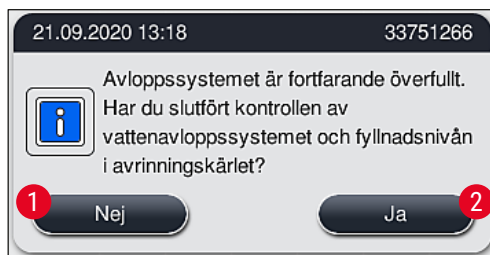

Bild 124
2. När 5 minuter av ytterligare rengöringsförsök har gått och stoppet fortfarande kvarstår visas ett meddelande (→ "Bild 124") på skärmen om att vattennivån fortfarande är för hög. Genom att trycka på **Nej** (→ "Bild 124-1") kan användaren förlänga väntetiden med ytterligare 5 minuter och utföra fler rengöringsförsök. Om dessa nya rengöringsförsök lyckas kan situationen lösas på samma sätt som beskrivs i 1. Om det krävs ytterligare tid för rengöring, tryck på **Nej** (→ "Bild 124-1") igen. Detta kan upprepas flera gånger. Om stoppet inte kan lösas trots upprepade rengöringsförsök, tryck på **Ja** (→ "Bild 124-2") för att inleda en process för kontrollerad avslutning, se avsnitt 3 och 4 nedan.